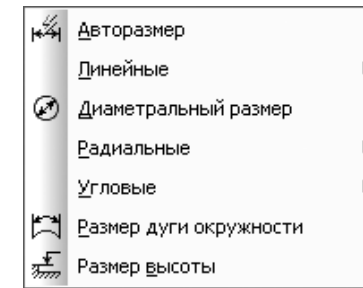

Рис. 4.180. Всплывающее меню пункта **Размеры** выпадающего меню пункта **Инструменты** главного меню
- **Размеры** вызывает всплывающее меню (рис. 4.180);